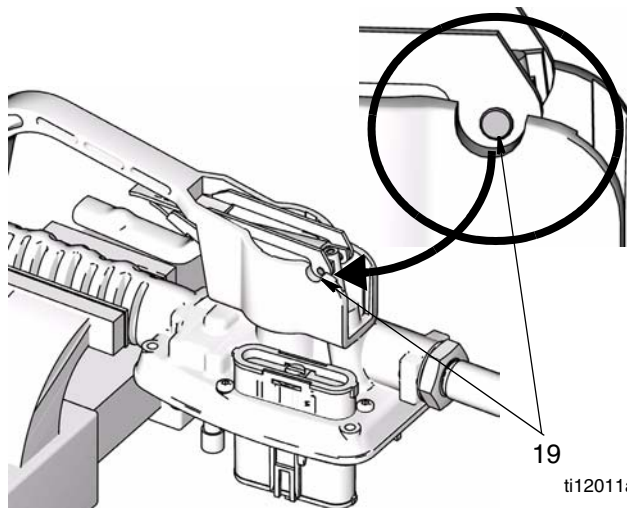
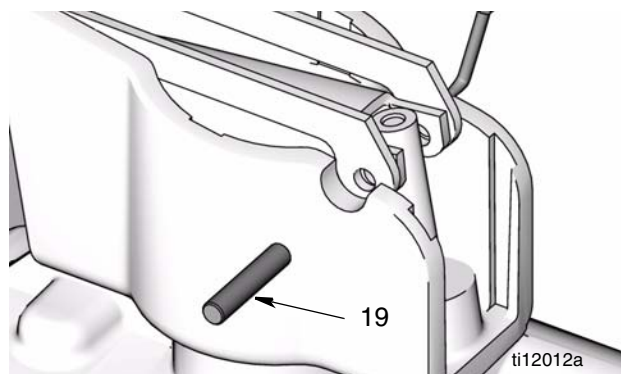

FIG. 9
FIG. 10
9. Coloque el medidor en una prensa de tornillo, como muestra la FIG. 9. Use una nueva varilla de disparo nuevo del kit (2) o una varilla o espiga que no sea metálica para empujar la varilla de disparo a través de la carcasa del medidor (FIG. 9 y FIG. 10) lo suficiente como para llegar a la clavija (19) que sujeta la varilla de disparo y el disparador.
10. Utilice un pico para expulsar la clavija (19) (FIG. 10).